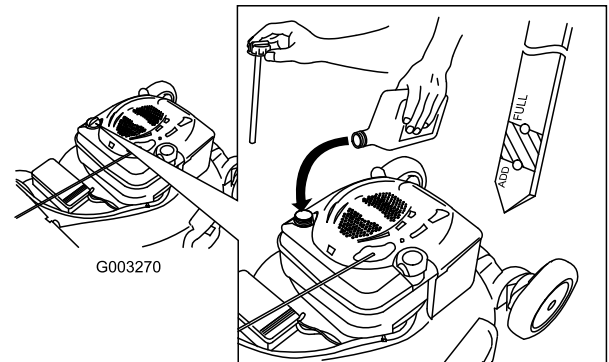

**Figura 37**
7. Coloque la máquina de lado con la varilla de aceite hacia abajo para drenar el aceite usado a través del tubo de llenado al recipiente (Figura 37).